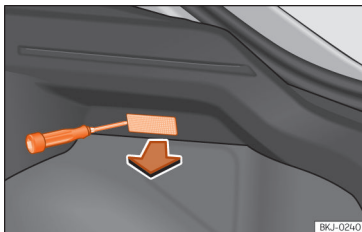

Fig. 167 Luz da bagageira.
- Extraia a tulipa pressionando o rebordo da parte interior da mesma, com a ajuda da parte plana de uma chave de parafusos >>> **Fig. 167.**